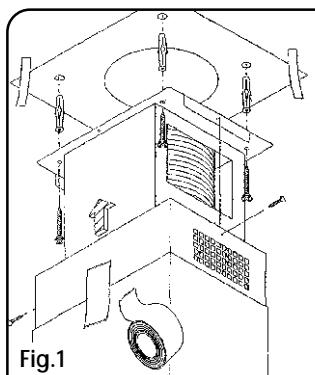

Fig.1
- 1) posizionare la dima di foratura sul soffitto eseguire i 4 fori Ø 10 mm ed inserire i tasselli **fig1**
- 3) posizionare la struttura telescopica, precedentemente regolata,e fissarla al soffitto con le 4viti **fig1**
- 4) infilare il tubo con la sgrigliatura rivolta al soffitto e fissarlo lateralmente alla struttura telescopica con le due viti **fig1**
- 5) posizionare la dima di foratura sul soffitto eseguire i 4 fori Ø 10mm ed inserire i tasselli **fig1**
- 1) Legen Sie die Bohrschablone an die Decke an, bohren Sie die 4 Löcher (Ø 10 mm) und setzen Sie die Dübel ein (**Abb.1**).
- 3) Setzen Sie den vorher auf die korrekte Länge gebrachten Teleskopschacht an und befestigen Sie diesen mittels der 4 Schrauben an der Decke (**Abb.1**).
- 4) Setzen Sie das Rohr so ein, dass das Gitterteil zur Decke gerichtet ist, und befestigen Sie es mittels der beiden Schrauben seitlich am Teleskopschacht. (**Abb.1**)
- 5) Legen Sie die Bohrschablone an die Decke an, bohren Sie die 4 Löcher (Ø 10mm) und setzen Sie die Dübel ein. (**Abb.1**)
- 1) position the drilling template on the ceiling and drill the four Ø 10 mm holes indicated, then place the rawlplugs in the relative holes (fig. 1);
- 3) position the telescopic flue, which you previously adjusted, and secure it to the ceiling with the 4 screws (fig. 1);
- 4) insert the unit with the grid near the ceiling and fasten it on the sides to the telescopic flue using the two screws (fig. 1);